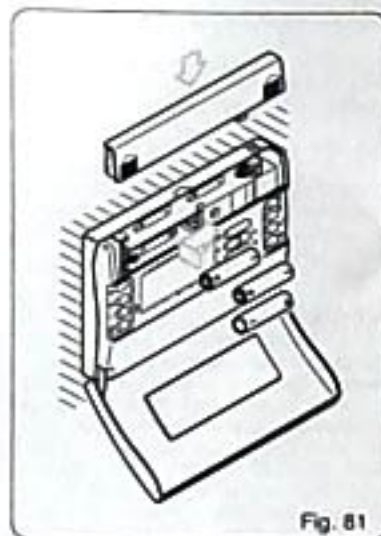

Fig. 81
**16.3** - Togliere le pile scariche ed inserire n. 3 pile alcaline LR03 tipo micro stilo AAA da 1,5 V nell'apposita sede rispettando le polarità indicate sul fondo dell'alloggiamento (fig. 81). Rimettere il coperchio delle pile. Dopo qualche secondo le indicazioni sul display ricompariranno.